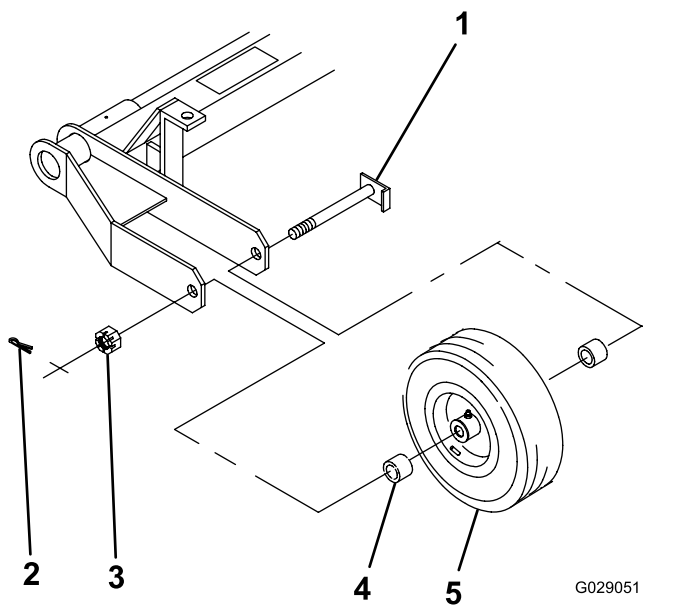

Рисунок 3
1. Расположите колесо в сборе и 2 разделителя (по 1 с каждой стороны ступицы колеса) в промежутке рамы, как показано на Рисунок 3.
2. Вставьте ось через раму, разделители и колесо (Рисунок 3).
3. Наверните гайку с вырезами на ось (Рисунок 3) и затяните ее ручным ключом с моментом от 8 до 20 Н·м.
7. Установите шплинт (Рисунок 3).